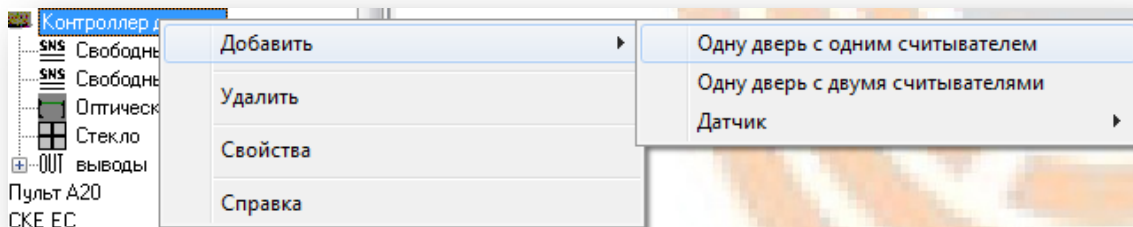

Рисунок 6.12
- При добавлении конфигурации **«Одну дверь с одним считывателем»** (Рисунок 6.12) к контроллеру автоматически добавляется «кнопка открытия замка», которую устанавливают на выходе из двери.